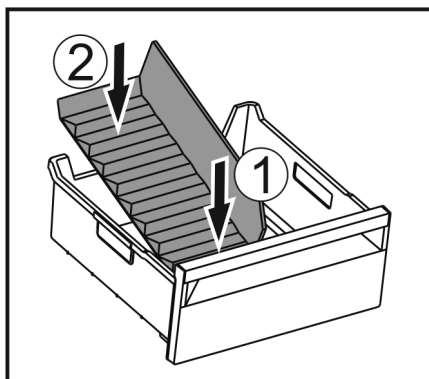

Fig. 136
- ▶ Вставити передню частину перегородки відділення для льоду. Fig. 136 (1)
- ▶ Опустити задню частину перегородки відділення до дна ящика для кубиків льоду. Fig. 136 (2)